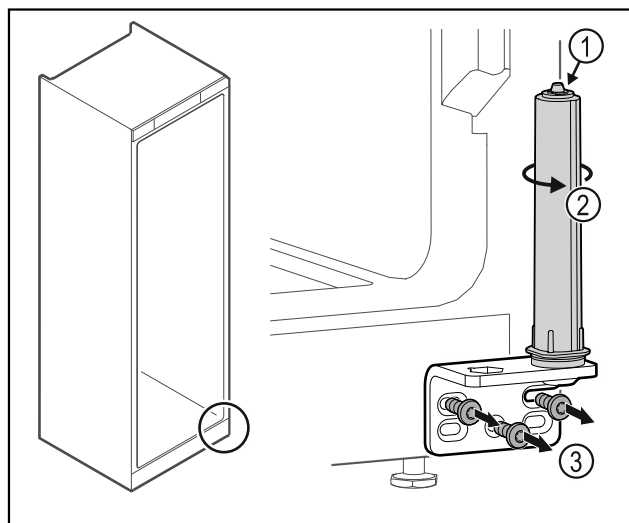

Fig. 45
▶ Не разбирайте систему закрытия двери Fig. 45 (1).
- ▶ Поворачивайте систему закрытия Fig. 45 (2) до щелчка.
- ▶ Отвинтите шарнирные уголки Fig. 45 (3).